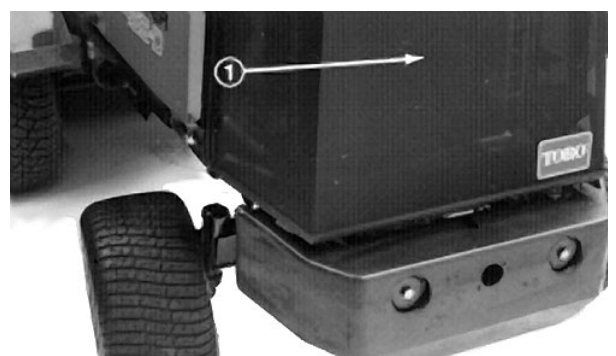

Figure 33
- B. Dévissez les boutons et déposez l'écran arrière (Fig. 33). Nettoyez soigneusement l'écran.